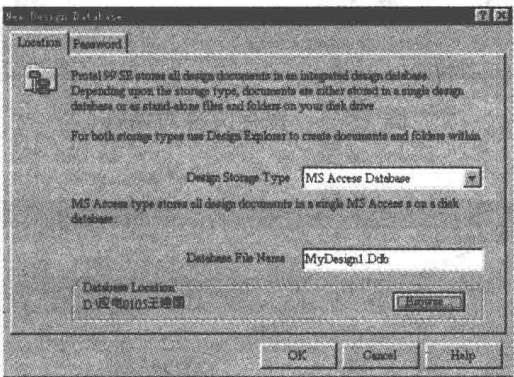

图 1-5-5 存储对话框图
- ② 点击 file/new,调出存储对话框图,如图 1-5-5 所示。